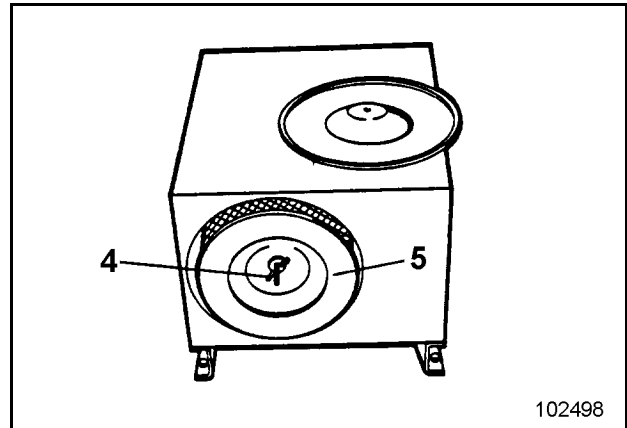

Fig. 3-38:
- Hauptfilterelement (5, Fig. 3-38:) - wie vor beschrieben - ausbauen.